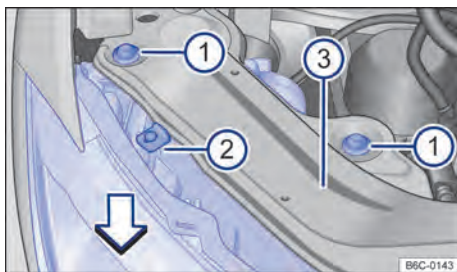

Fig. 130 No compartimento do motor: parafusos de fixação do farol dianteiro.
- Remover os parafusos de fixação → Fig. 130  com o auxílio de uma chave torx.
- Mover o farol para frente, no sentido da seta → Fig. 130, até que os dois cliques da parte inferior desencaixem e possibilite a remoção do farol.
- Recolocar o farol cuidadosamente até que os dois cliques inferiores encaixem e o batente superior → Fig. 130  encoste no suporte do farol .